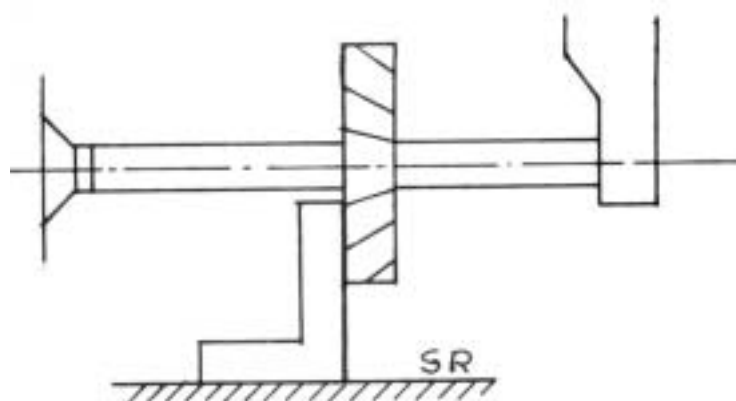

Figura 3
- d) Condición metrológica de la fresa en el portafresa con respecto a una nueva SR (figura 3).